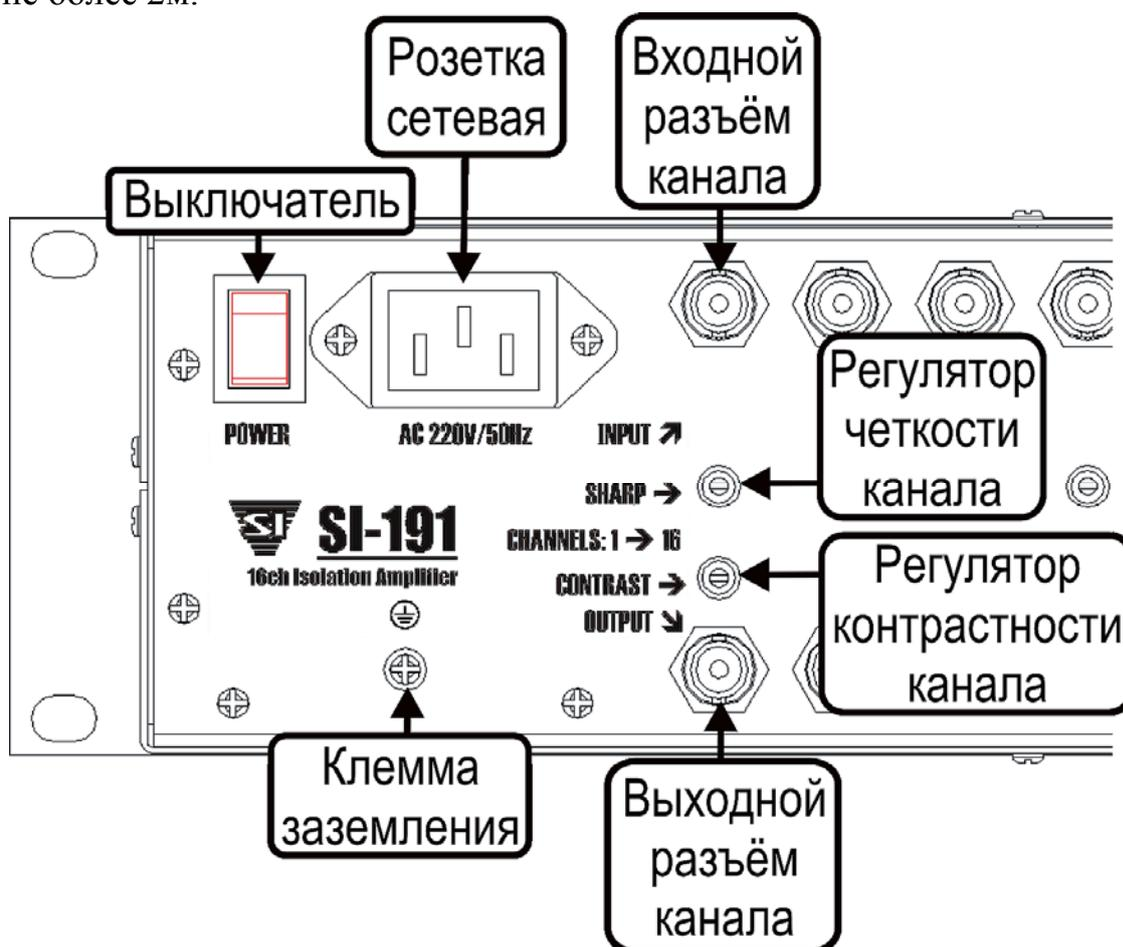

Рис.1.
5.3 Корпус усилителя должен быть заземлён. Заземление подключается к клемме, обозначенной символом \oplus (см. рис.1.). Площадь поперечного сечения провода заземления и проводов шнура питания должна быть не менее 0,75 мм², длина проводов не более 2м.
5.4 После подключения усилителя к электросети, заземления, подключения входного и выходного оборудования к соответствующим разъёмам (см. рис.1.), необходимо включить усилитель. После включения должен загореться индикатор в тумблере выключателя.